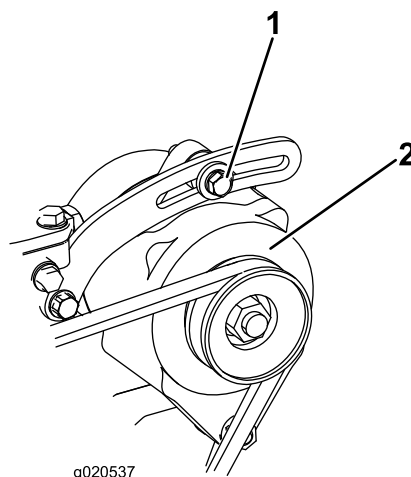

Figura 78
2. Afloje los pernos de montaje del alternador (Figura 78).